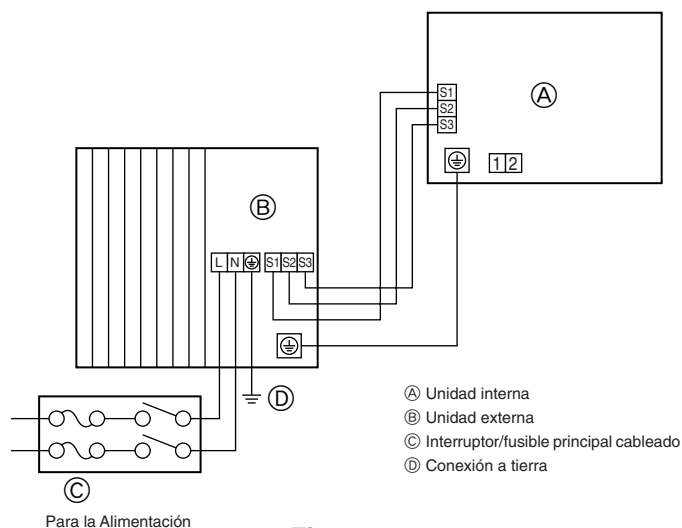
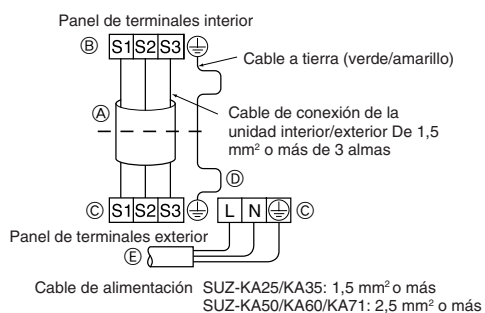
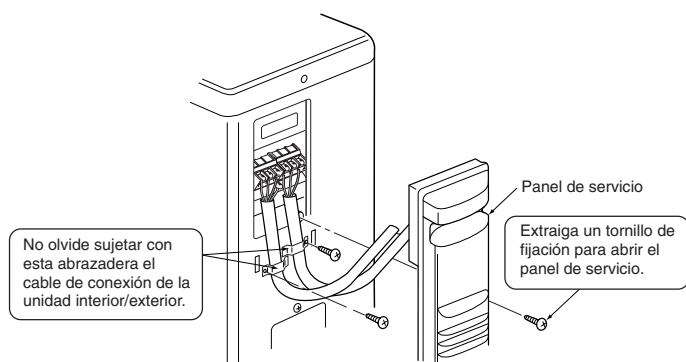
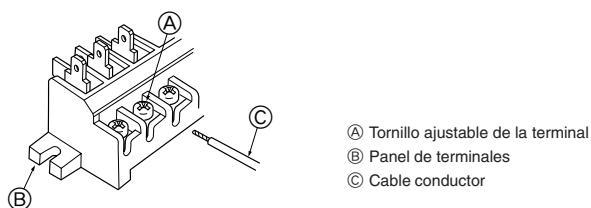

Fig. 6-1
Fig. 6-2
Fig. 6-3
Fig. 6-4
6.1. Unidad exterior (Fig. 6-1, Fig. 6-2, Fig. 6-3, Fig. 6-4)
- ① Retire el panel de servicio.
- ② Conecte los cables de acuerdo con la Fig. 6-1, Fig. 6-2, Fig. 6-3 y la Fig. 6-4.
- Realice el tendido eléctrico como muestra el diagrama inferior izquierdo (los cables no vienen incluidos). (Fig. 6-2)
- (A) Cable de conexión
- (B) Panel de terminales interior
- (C) Panel de terminales exterior
- (D) Instale siempre un cable de tierra más largo que el resto de cables.
- (E) Cable de alimentación
- Asegúrese de no realizar un mal cableado. (Fig. 6-4)